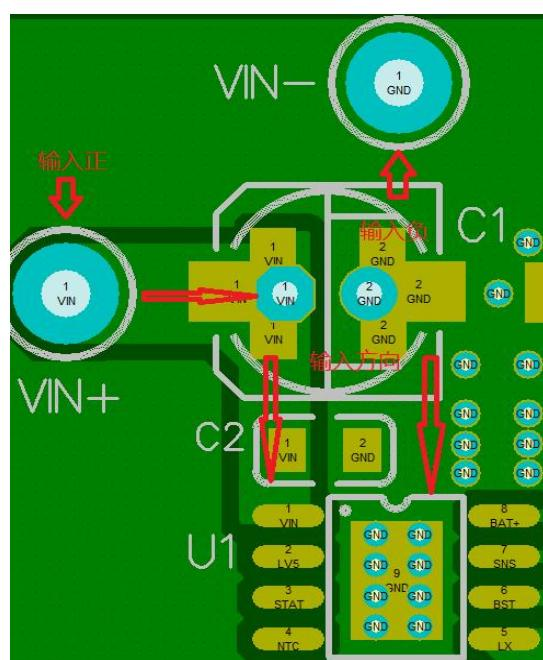

图 1
1. 输入正负极走线尽量先经过输入大小两个电容, 分别再到芯片的第一脚和底盘地, 放置在输入大电流回路。如下图 1 所示: